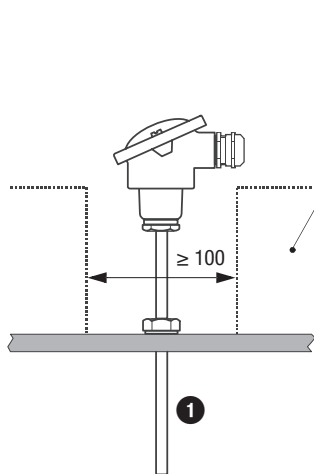
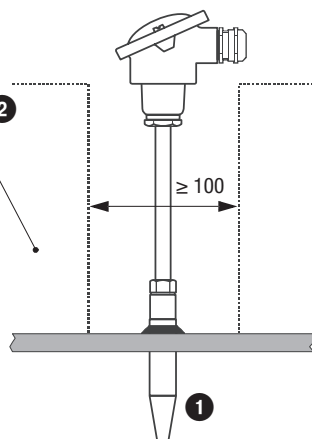

Fig. 5
Fig. 6
- Die Temperaturfühler dürfen nicht vollständig einisoliert werden. Siehe Einbau-beispiele **Fig. 5, Fig. 6**.